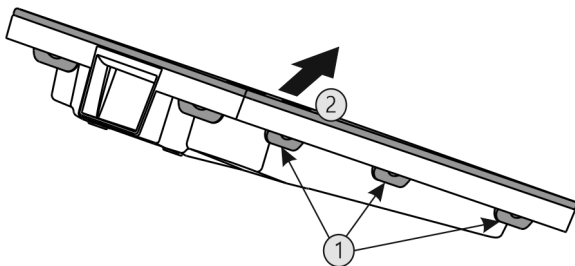

Fig. 57
- ▶ Postupne stlačte všetky spony Fig. 57 (1) a odoberte kryt Fig. 57 (2).